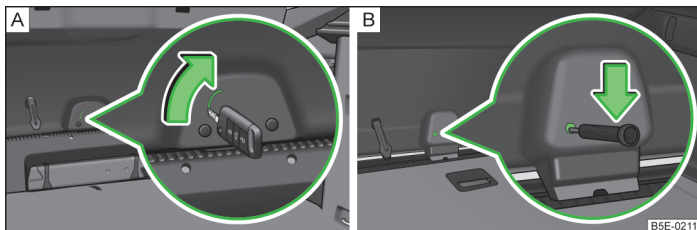

Fig. 211 Sbloccaggio di emergenza: Octavia / Octavia Combi
- Inserire la chiave del veicolo nella fessura del rivestimento sino ad arresto completo » fig. 211 - **A**.
- Introdurre un cacciavite o un attrezzo simile nell'apertura del rivestimento fino all'arresto » fig. 211 - **B**.